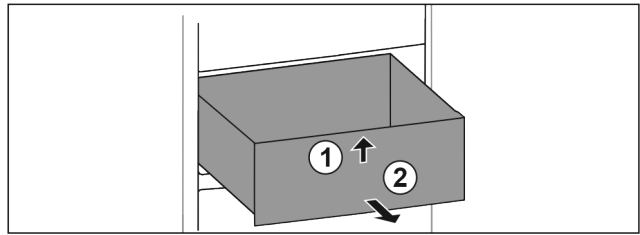

Fig. 38
- ▶ Lade aan de voorkant optillen. Fig. 38 (1)
- ▶ Lade naar voren toe verwijderen. Fig. 38 (2)